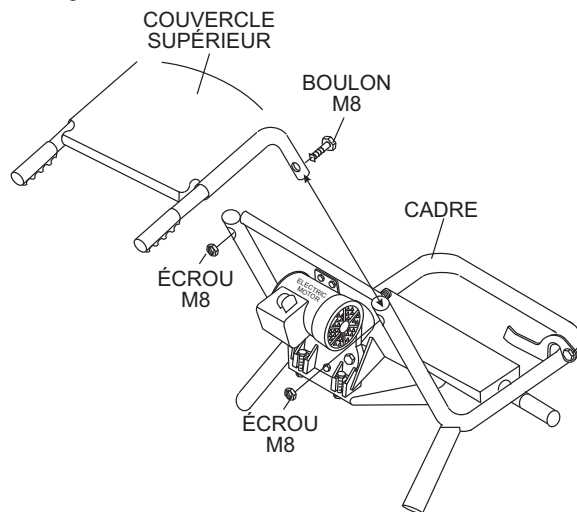

Figure 7. Positionnement du couvercle supérieur
2. Placez le cadre du mélangeur sur une surface plane et sécuritaire et attachez le couvercle supérieur tel qu'indiqué à la Figure 7.